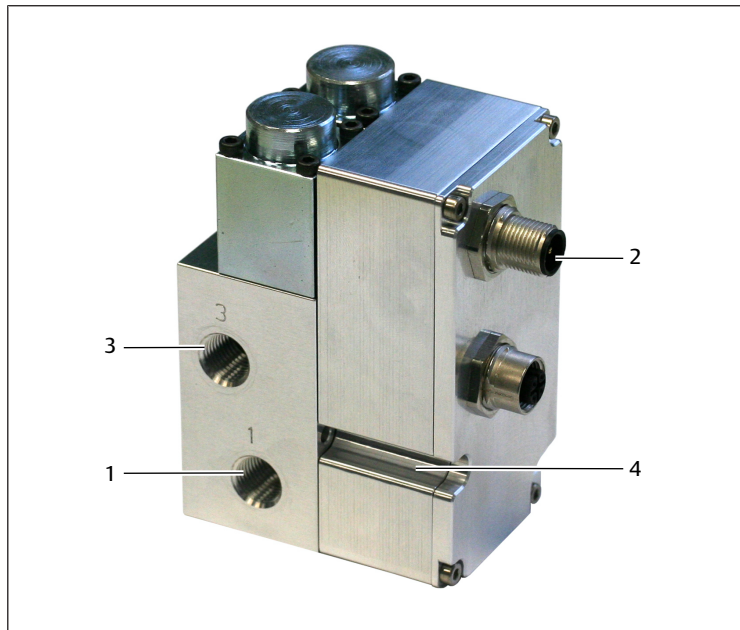

Fig. 1: Conexión neumática
- ▶ Colocar y apretar un tornillo en cada agujero pasante de la carcasa. Véase → Fig. 1.